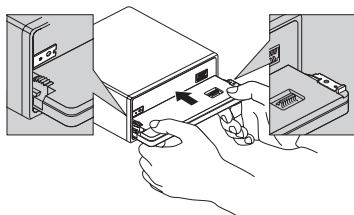

Fig. 11
2. Remettez la face avant en place sur l'appareil. (Fig. 11)